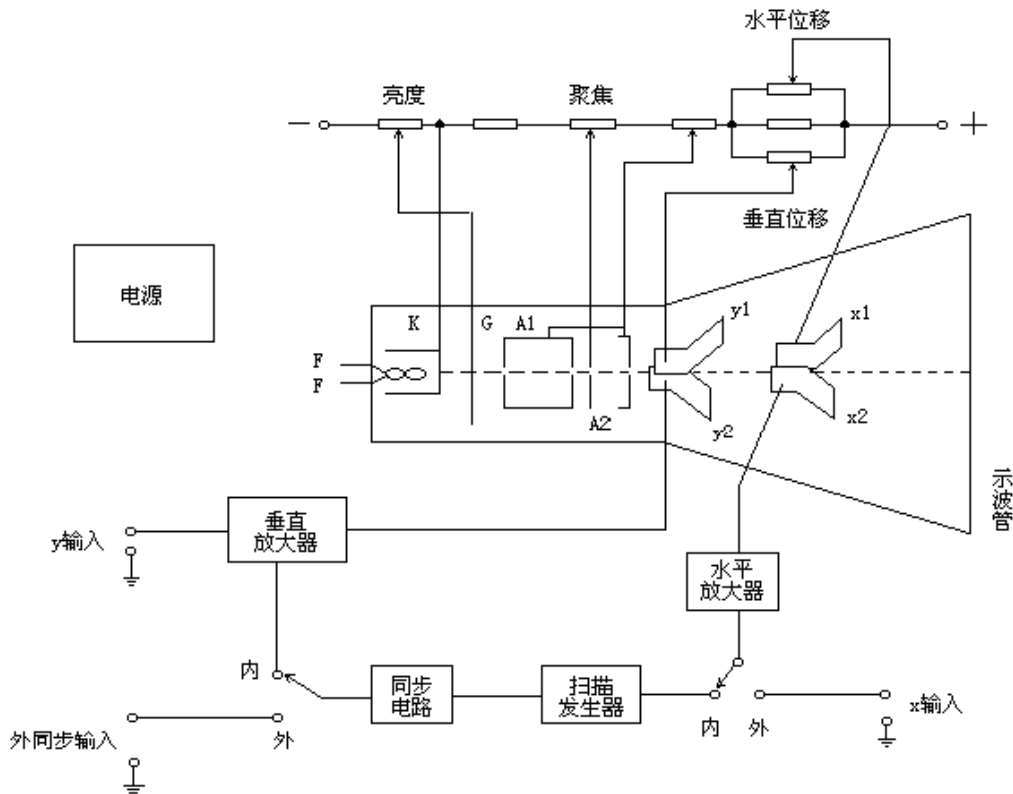

图 1 示波器原理图
示波器一般由 5 个部分组成，如图 1 所示。(1) 示波管；(2) 扫描发生器；(3) 同步电路；(4) 水平轴和垂直轴放大器；(5) 电源。下面分别加以简单说明。
示波管是示波器中的显示部件。在一个抽成真空的玻璃泡中，装有各种电极，其结构如图 1 所示。阴极 K 受灯丝 F 加热而发射电子，这些电子受带正高压的加速阳极 A₁ 的加速，并经由 A₁、A₂ 组成的聚焦系统，形成一束很细的高速电子流到达荧光屏。荧光屏上涂有荧光粉，它在这些高速电子的激发下发光。光点的大小取决于 A₁、A₂ 组成的电子透镜的聚焦。改变 A₂ 相对 A₁ 的电位，可以改变电子透镜的焦距，使其正好聚焦在荧光屏上，成为一个很小的亮点。因此，调节 A₂ 的电位，称